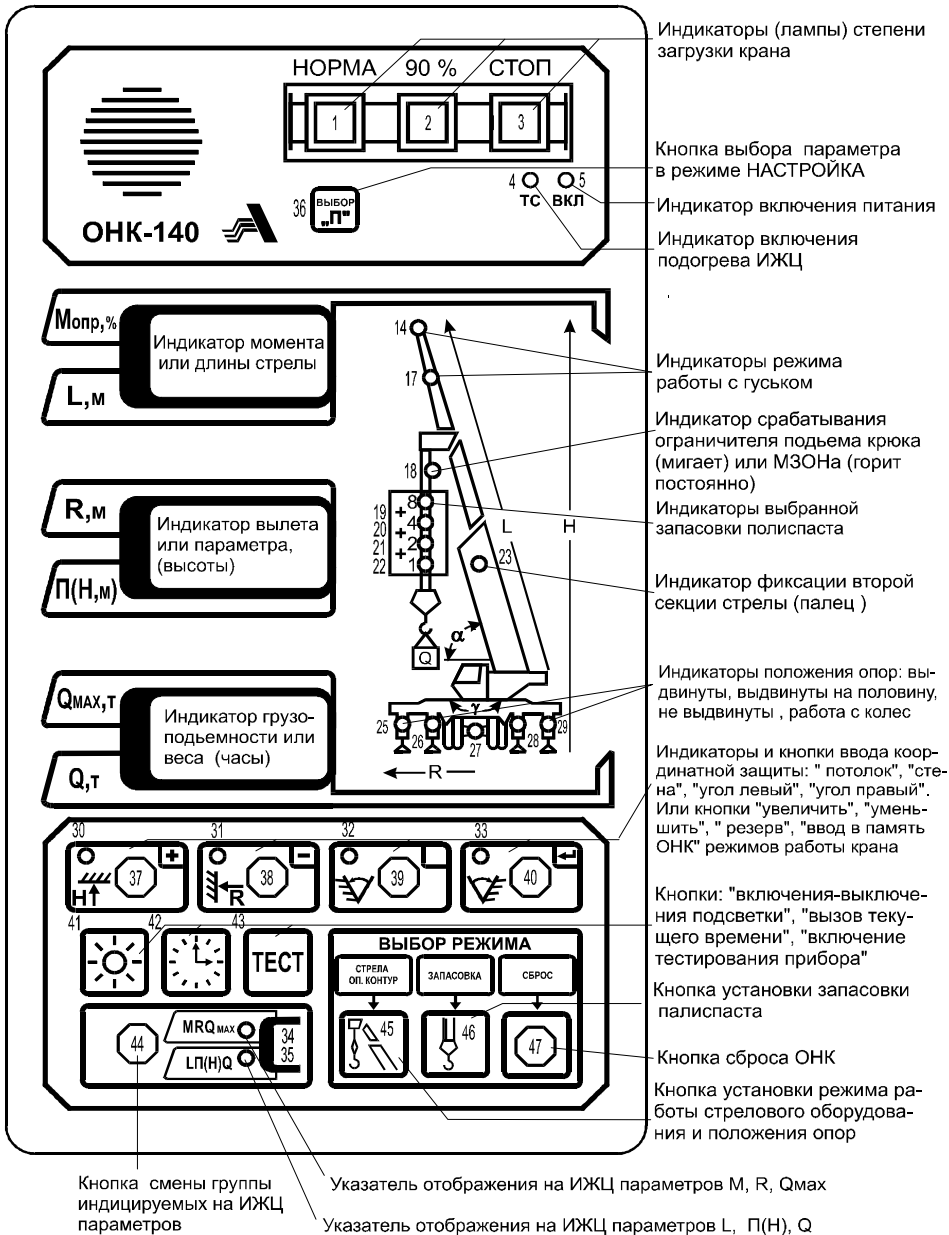

Рисунок 6 - Лицевая панель БОДа
Включить тумблер ПИТАНИЕ на пульте управления крана и проконтролировать загорание светодиода ВКЛ на передней панели БОДа (см. рисунок 6).
4.1.3 Ввести режим работы крана соответствующий исполнению стрелового оборудования (см. п. 3.3 ЛГФИ.408844.009-38 РЭ). Для этого нажать кнопку выбора запасовки (46). При этом на индикаторы БОДа выдаются (см. рисунок 6):